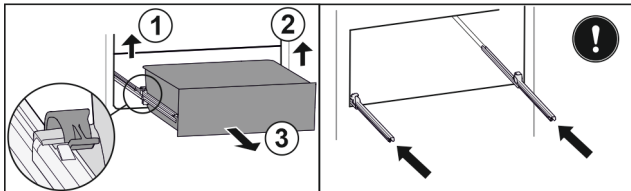

Fig. 78
- ▶ Lyft vänster klämma och dra samtidigt utdragslåda till vänster framåt. Fig. 78 (1)
- ▶ Lyft höger klämma och dra samtidigt utdragslåda till höger framåt. Fig. 78 (2)
- ▶ Ta ut utdragslåda genom att dra den framåt. Fig. 78 (3)